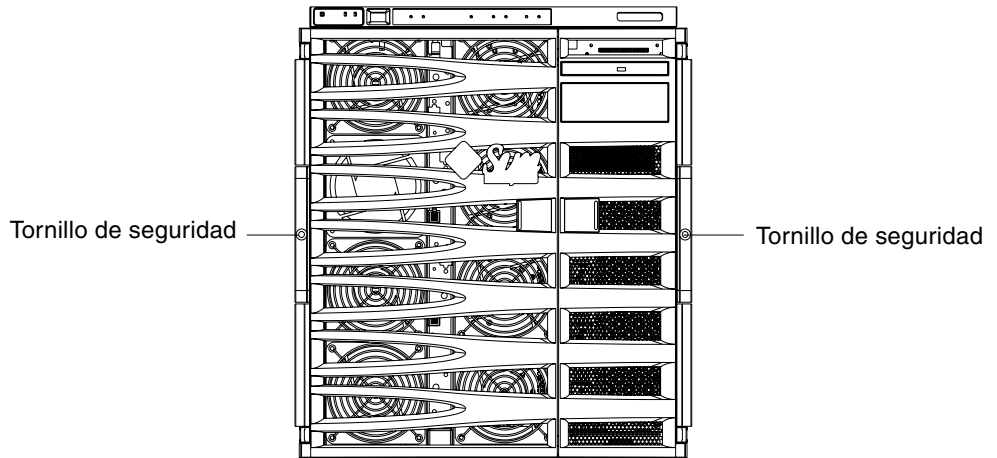

FIGURA 1-12 Ajuste de los tornillos de seguridad
11. Apriete los dos tornillos de seguridad de la parte frontal del sistema para fijarlo al mueble (FIGURA 1-12).